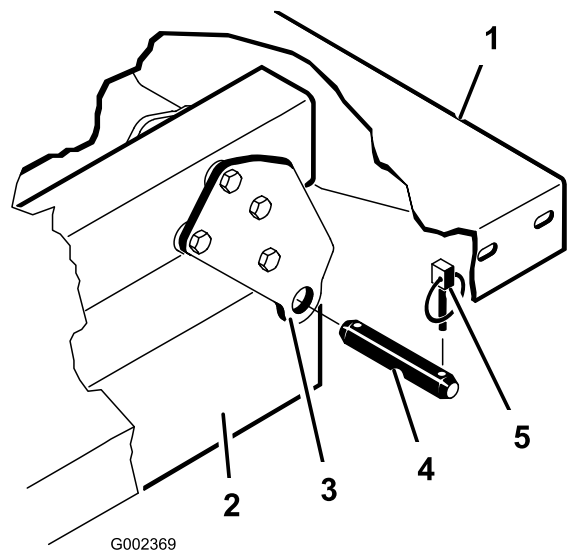

Figura 35
**Nota:** Verifique se as placas articuladas posteriores estão presas ao canal/estrutura da plataforma, de modo que a extremidade inferior fique alinhada com a parte traseira (Figura 35).